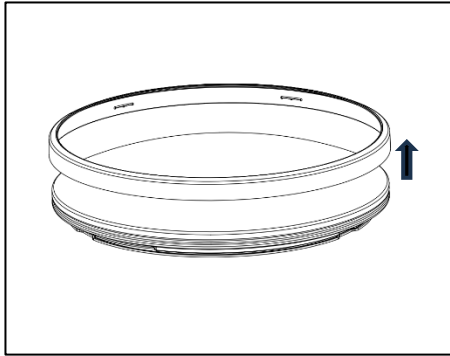

Figure 5
- Retirer la garniture décorative blanche (3) du diffuseur du côté supérieur du diffuseur uniquement, et vice versa pour installer la garniture noire fournie (voir la figure 5)